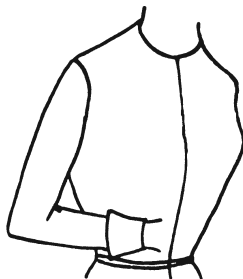

Рис. 379
**Отрезной отворот**, напротив, может иметь любую форму (например, расширенный отворот на рис. 379). Иногда его делают в виде простой полосы, если применение цельнокроеного отворота противопоказано (низ рукава представляет изогнутую линию, отворот выполнен из другой ткани, направление долевой нити не совпадает в рукаве и отвороте и т. д.).
Отворот, представленный на рис. 379, кроится отдельно от рукава по причине его изогнутой линии. Для построения чертежа отворота такого типа не существует определенного правила, это лишь вопрос моды, вкуса, ткани. Но, чтобы ознакомить вас с принципом изготовления любого отворота, покажем, как выполнить лекало для отворота усредненной расширенной формы.